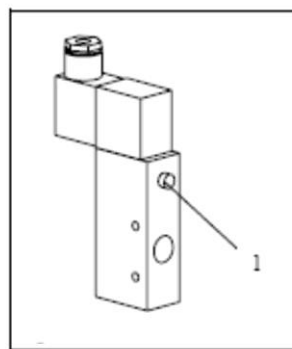

Рис.14
- Удерживайте кнопку 1(рис.14) экстренного включения воздушного клапана.